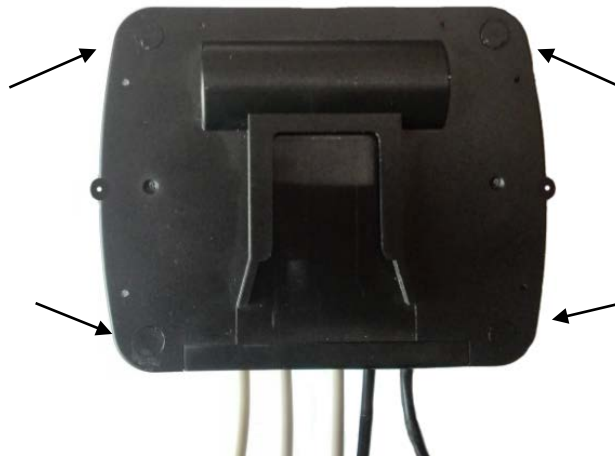

Рис.5 - Пломбування обчислювача
7.1 При випуску з виробництва або після повірки пломбується задня кришка обчислювача (Рис.5).